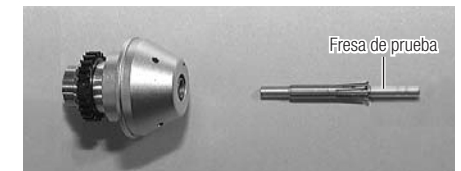

Fig. 20
- 1) Aplique una fina capa de aceite sobre el dispositivo de fijación nuevo o recién limpiado, inserte la fresa de prueba y presiónela en el vástago del rotor (Fig. 20).